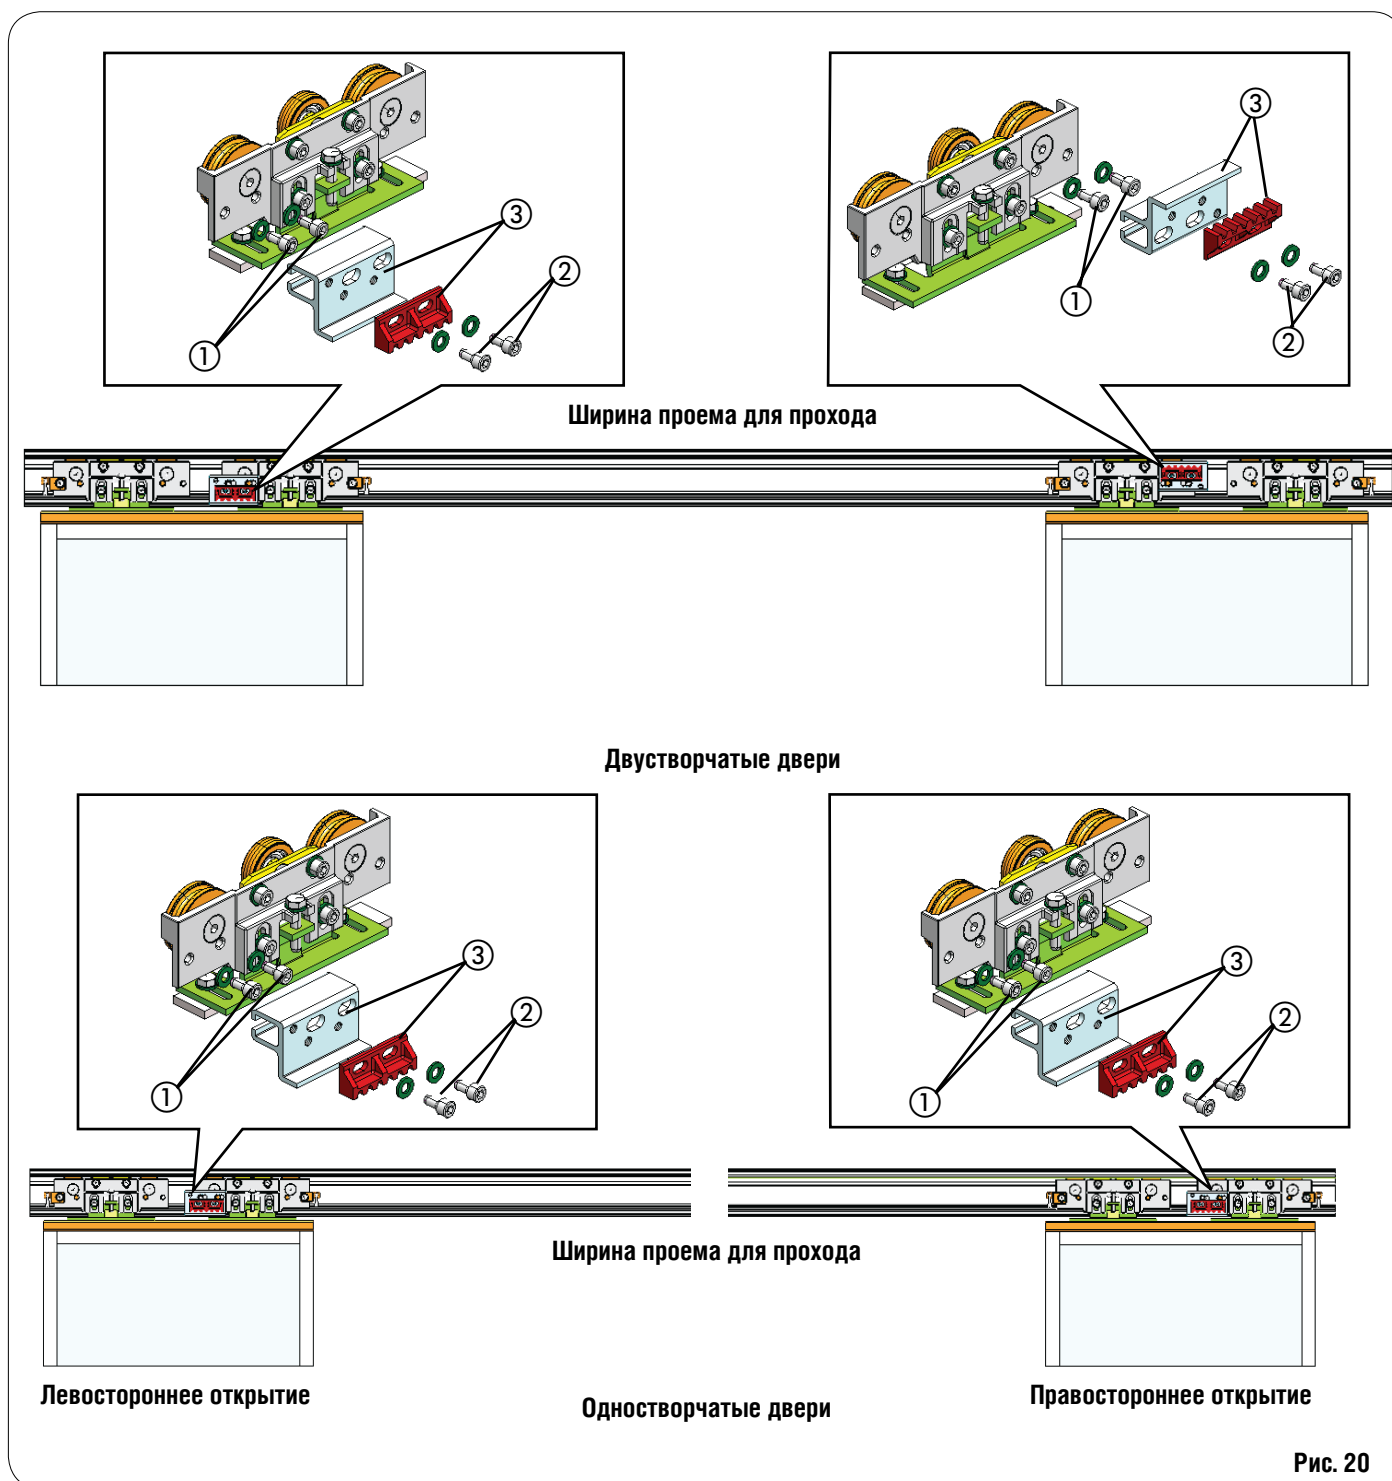

Рис. 20
Каретки устанавливаются на ремень с помощью крепежей (Рис. 20 об. 3). Для соединения ремня необходимо завести оба его конца в крепеж задней каретки и затянуть винты. После навешивания створок выполните регулировку их положения, для этого выполните следующие действия:
- Поверните 2 пары винтов (Рис. 20 об. 1 и 2) на каждой каретке, чтобы добиться необходимой регулировки;
- Затяните винты (Рис. 20 об. 1 и 2);